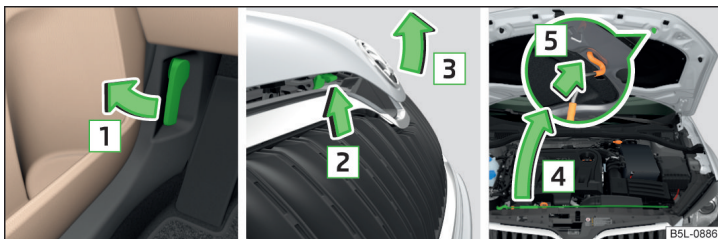

Fig. 158 Abrir el capó
- Abra la puerta delantera y tire de la palanca de desbloqueo ubicada debajo del tablero de instrumentos en el sentido de la flecha **1** » fig. 158.